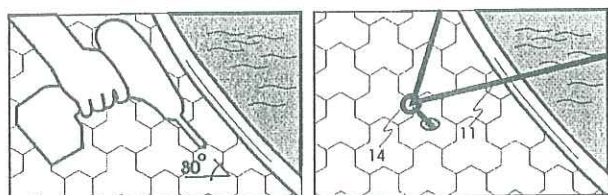

Abb. 2.5
In den Bodenbelag werden Löcher Ø 6mm im Winkel von ca. 30–45° gebohrt, in welche dann beim Spannen der Folie die am Gummiseil (11) hängenden Ringbolzen (14) eingesteckt werden (Abb. 2.5).